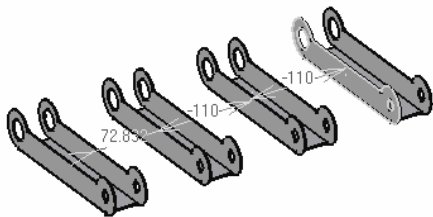

图 5-108
- 链式：允许用户重复使用选择的上一个面，创建多个约束。例如，双击“偏移约束”图标，使它永久处于活动状态。选择要进行偏移约束的两个元素，创建偏移约束。此时所选择的第二个元素仍处于橘黄色高亮显示，可接着选择另一个几何元素，则会创建第二个几何元素与此元素的偏移约束。以此类推，可以创建多个这样的约束，如图 5-108 所示。